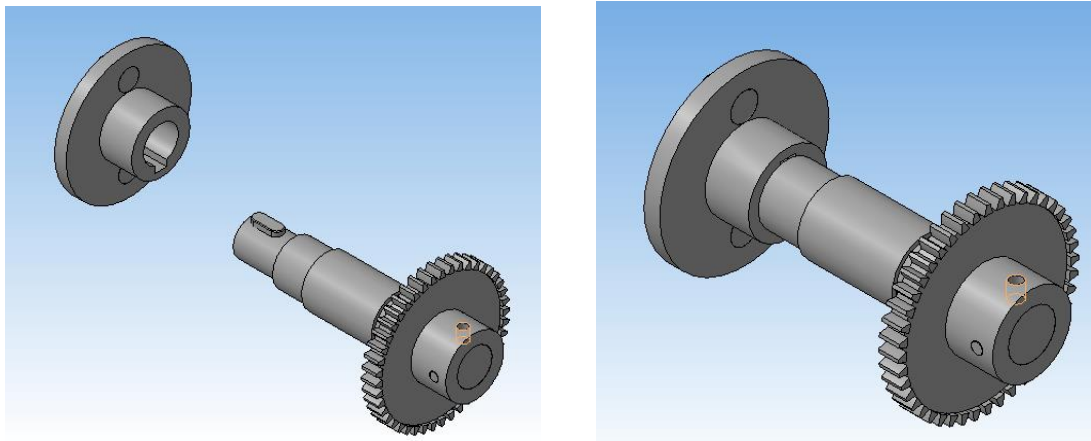

Рисунок 106.
8. Добавьте из файла модель сборочной единицы «Сборка поводка». Установите сопряжения «Соосность» посадочной поверхности вала и внутренней цилиндрической поверхности поводка (рисунок 106).
11. В результате поводок займет свое место (рисунок 106).